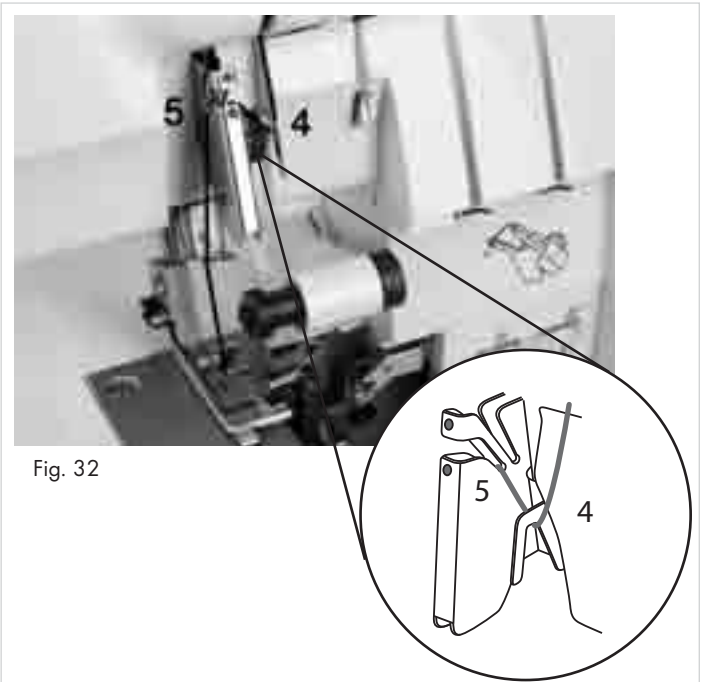

Fig. 32
4. Tråd nålen med tråden efter de blå markeringer (4 - 6) (fig. 32/33).